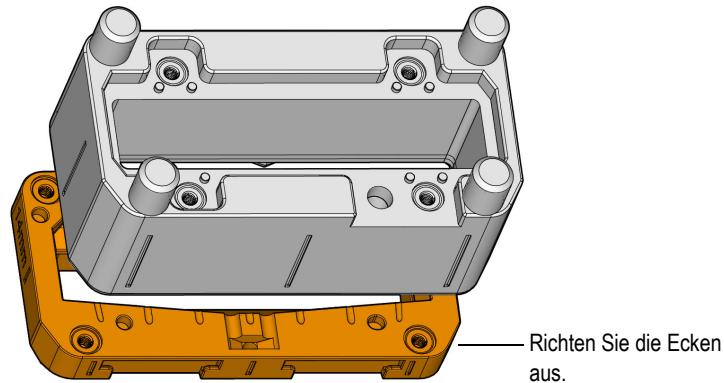

Abbildung 5-3 Installieren der Vorlaufstreckenplatte auf der Sensorhalterung
8. Legen Sie die Vorlaufstreckenplatte so unter die Sensorhalterung, dass die Ecken richtig ausgerichtet sind (siehe Abbildung 5-3 auf Seite 79).